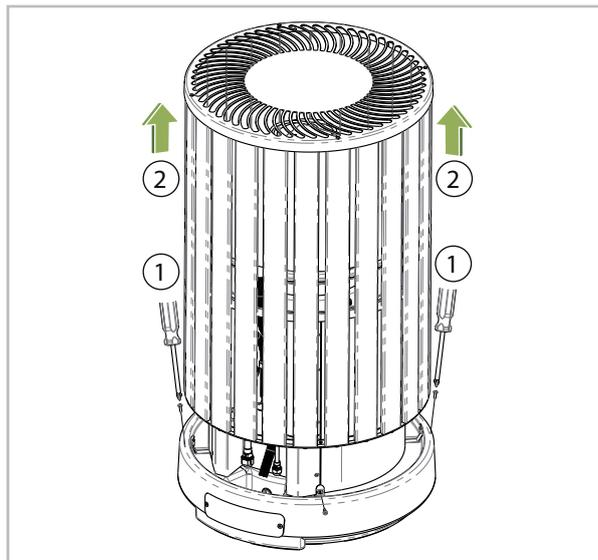

Fig. 39: Démontage de l'habillage en aluminium
- Pour installer les conduites de frigorigène, vous devez d'abord démonter l'habillage en aluminium du module externe (voir Voir la Fig. 39). Desserrez à cet effet dans la zone inférieure de l'habillage les quatre vis M6 (1) et retirez avec précaution l'habillage par le haut (2). Veillez à ne pas endommager l'échangeur de chaleur et le ventilateur.